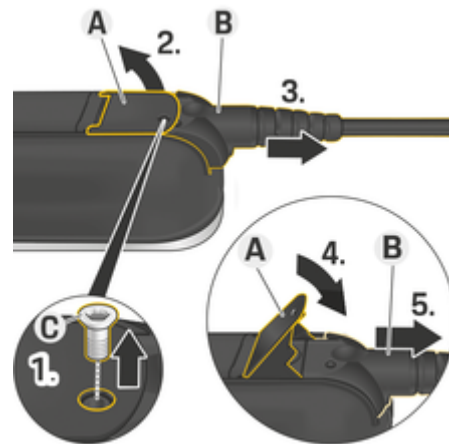

Fig. 37 Débranchement des câbles
1. Retirez la vis **C** (Fig. 37) à l'aide d'un outil adéquat.
2. Levez le levier **A** (Fig. 37).
3. Tirez la fiche **B** (Fig. 37) jusqu'au premier point de résistance.
4. Abaissez le levier **A** (Fig. 37).
5. Débranchez entièrement la fiche **B** (Fig. 37).